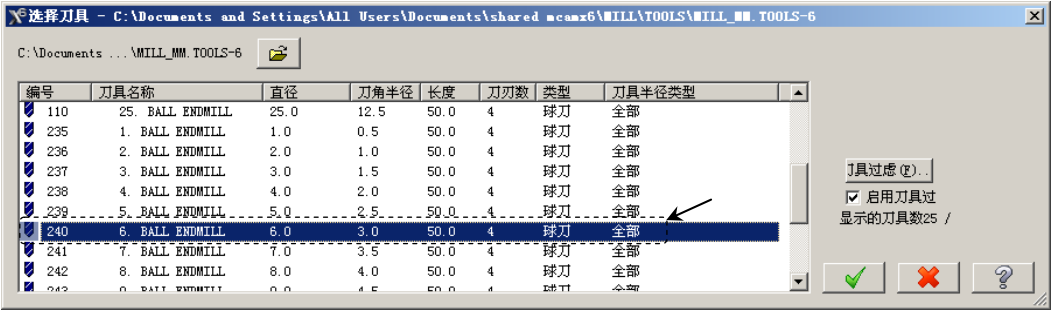

图 22.23 “选择刀具”对话框
Step4. 选择刀具。在“曲面粗加工等高外形”对话框中, 单击 **选择刀具...** 按钮, 系统弹出“选择刀具”对话框, 在该对话框的列表框中选择图 22.23 所示的刀具。单击  按钮, 关闭“选择刀具”对话框, 系统返回至“曲面粗加工等高外形”对话框。